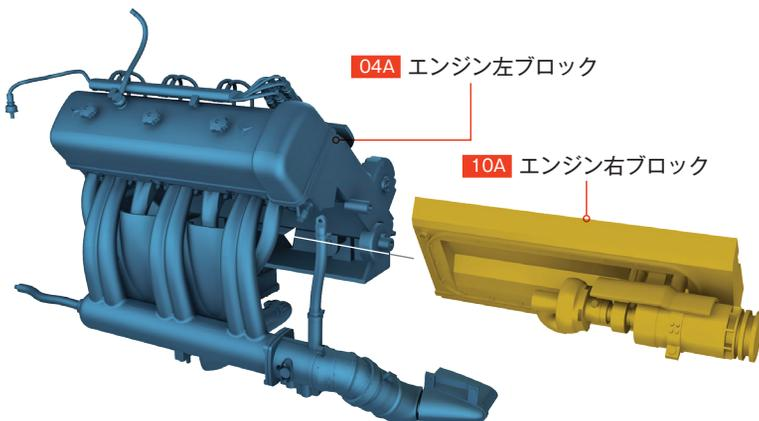

図1
STAGE⑨で組み立てたエンジン左ブロック (04A) とエンジン右ブロック (10A) を合体します。エンジン右ブロックを、インテークマニホールドとエキゾーストマニホールドの下にスライドさせてネジ穴を合わせます。これをMMネジ2本で固定します (図1参照)。